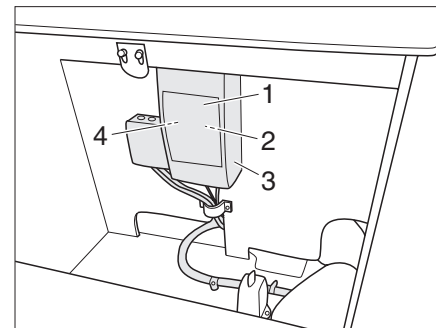

Fig. 78 Fusible automático de 230 V
El fusible automático de 230 V (Fig. 78, 2) se encuentra debajo de una trampilla de acceso junto a los asientos en el lado izquierdo del vehículo.
► Abrir la tapa de cubierta (Fig. 78,1).
La conexión de 230 V debe estar asegurada con un fusible automático de dos polos (Fig. 78,2).
▫ El interruptor FI (Fig. 78,4) para 230 V debe dispararse una vez al año para evitar el «bloqueo» del mecanismo y que se prolongue el tiempo de disparo.